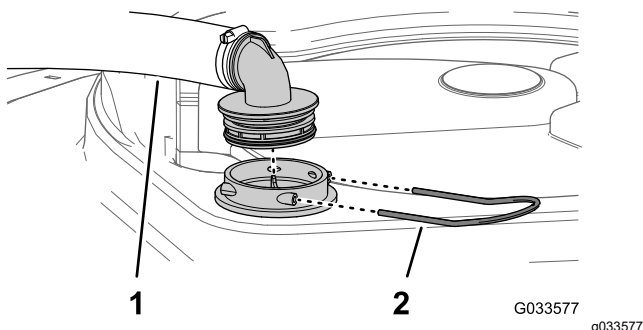

Figura 146
2. En la parte superior del depósito de fumigación, retire la horquilla de retención que sujeta el acoplamiento que está conectado a la manguera grande y al alojamiento del filtro (Figura 146).
3. Retire la manguera y el acoplamiento del alojamiento del filtro (Figura 146).